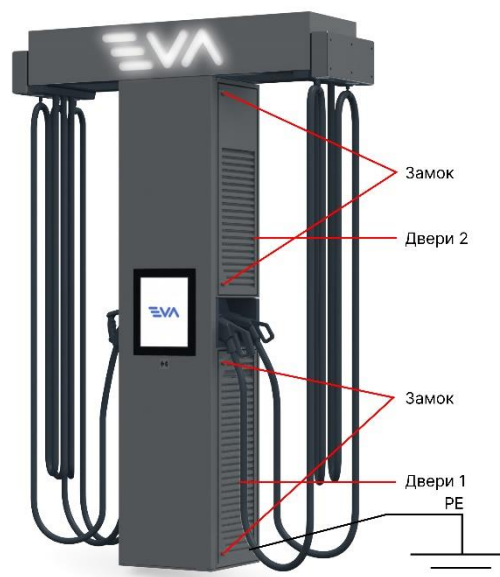

Рисунок 5.12. Расположение дверей и замков
4. Откройте Дверь 1 (используя замки) (рис. 5.12).